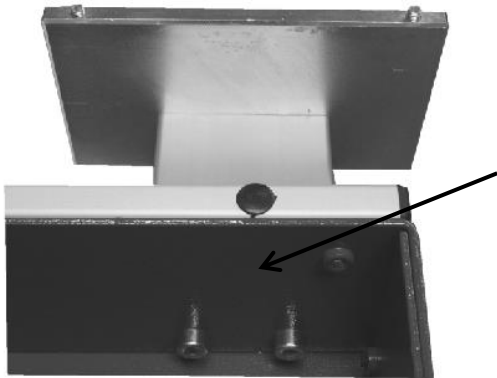
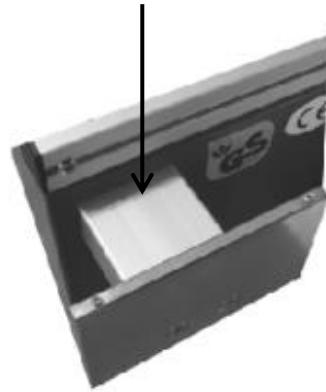

Bild 33
Bild 34
1. Befestigungswinkel am Maschinengestell befestigen Basis 1 + 3 (Bild 33), Basis 5 (Bild 34)